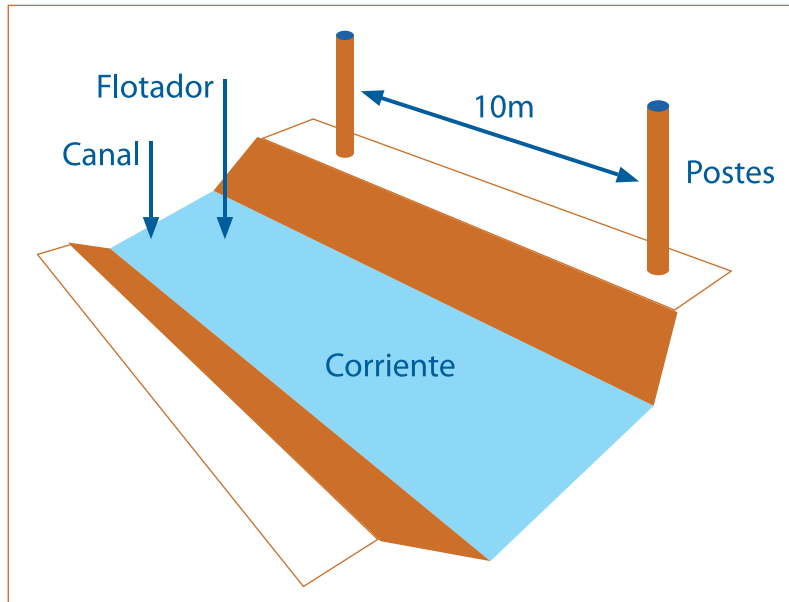

Figura 1: Medición de la velocidad del agua por el método del flotador
- Seleccionar un tramo recto y de sección uniforme, en lo posible desprovisto de cualquier elemento que interfiera con el paso del agua de una longitud mínima de 30 metros (Figura 1).